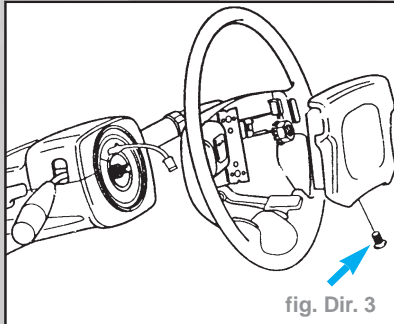

fig. Dir. 3
- Déposer le recouvrement central du volant, extraire la vis (flèche) (fig. Dir. 3).